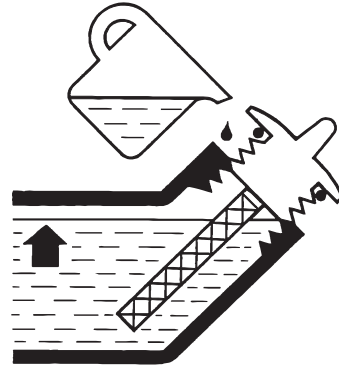

Figura 4: Nivel correcto de aceite de motor
4. No vierta demasiado aceite, si el nivel de aceite es demasiado alto, el aceite se drenará a través de la tapa de relleno. Vea el nivel correcto de aceite en la figura 4.
- El motor está lleno de aceite de motor (consulte la figura 4: Nivel Correcto de Aceite de Motor en página 12).